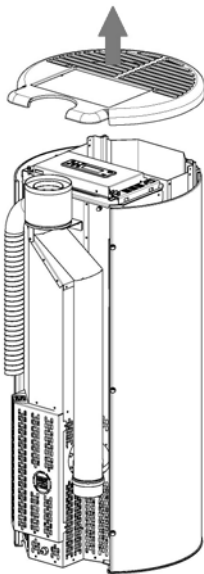

Fig. 36 - Retrait du couvercle
- Retirer le couvercle en fonte (voir Fig. 36).